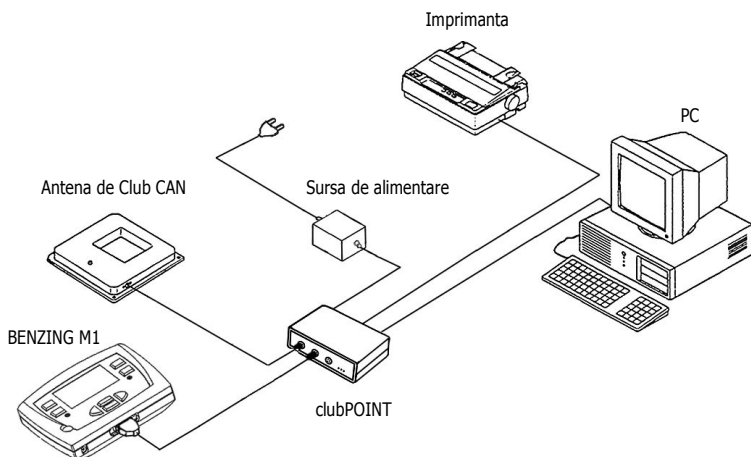

Figure 3.1 – Sistemul de Club folosind dispozitivul clubPOINT
- La Club sursa de alimentare trebuie să fie întotdeauna conectată la priza corespunzătoare de la clubPOINT, respective la nodul de rețea CNN (vezi fig. 3.1 sau 3.2) Mufa ⁽¹¹⁾ de la BENZING M1 nu poate fi folosită deoarece in acest caz alimentarea Antenei de Club CAN este imposibila.
- Înainte de a conecta sursa de alimentare verifică dacă instalația corespunde cu cea din fig. 3.1 sau 3.2. Asigură-te înainte să conectezi BENZING M1 la rețea că sistemul nu este umed și că dispozitivul funcționează conform condițiilor de folosire prezentate la 3.1.